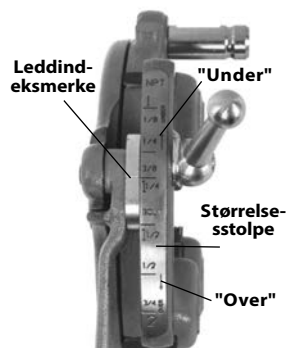

Figur 6 – Sette inn gjengebakkere
4. Løft tungen på skiven ut av sporet på størrelsesstolpen. Flytt skiven til enden av sporet (figur 6).
6. Sett passende gjengebakkere inn i gjengehodet, nummerert kant opp inntil indikatorlinjen er i flukt med kanten på gjengehodet (se figur 6). Tallene på gjengebakkene må stemme med tallene på sporene på gjengehodene. Skift alltid gjengebakkene som sett – ikke miks gjengebakkere fra ulike sett.